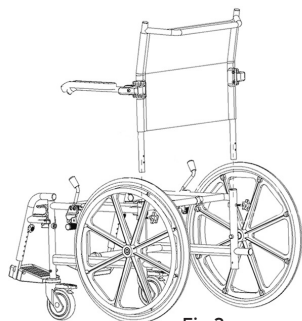

Fig.3
- Inserire lo schienale all'interno dei fori sul telaio della carrozzina e fissare lo schienale tramite i due pomelli di fissaggio (Fig.3);